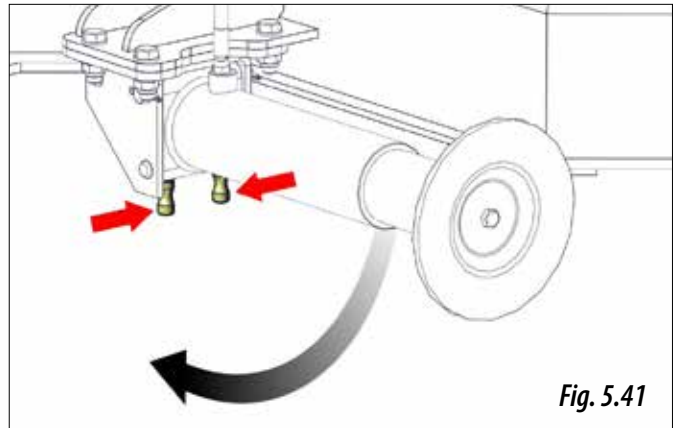

Fig. 5.41
- 1- Sujetar el pie de apoyo y actuar sobre los seguros para desbloquear la posición del pie (Fig. 5.41).